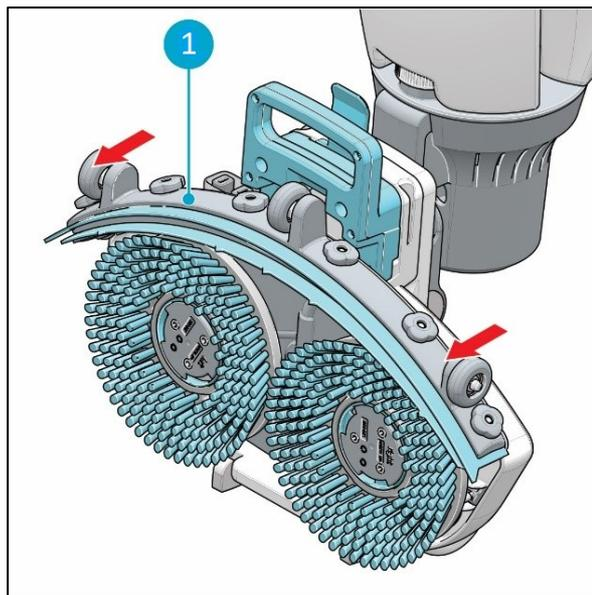

Figura 26
3. Tirare il lato sinistro del tergilavaggio per rimuoverlo (Figura 26, pos 1).